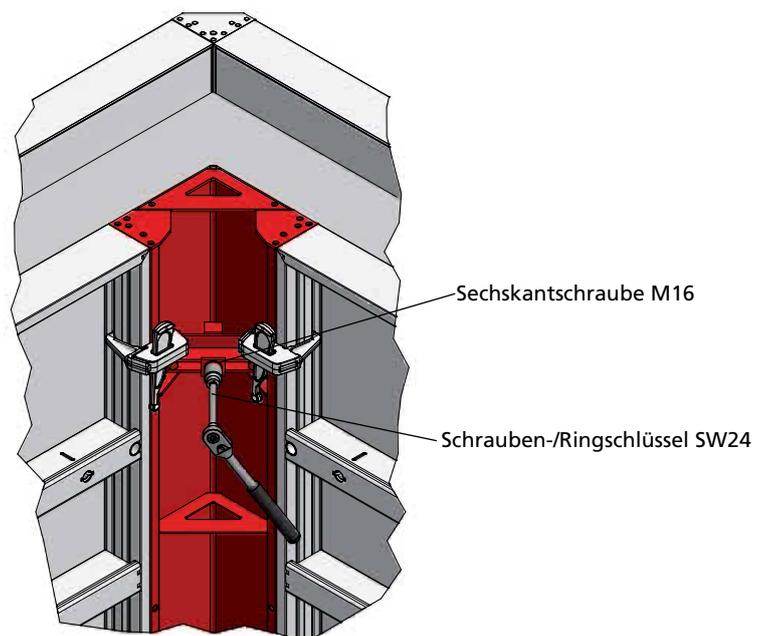

Abb. 22.2
Zum Lösen der Ecke ist lediglich ein Schrauben-/Ringschlüssel mit der Schlüsselweite (SW) 24 erforderlich (Abb. 22.2).